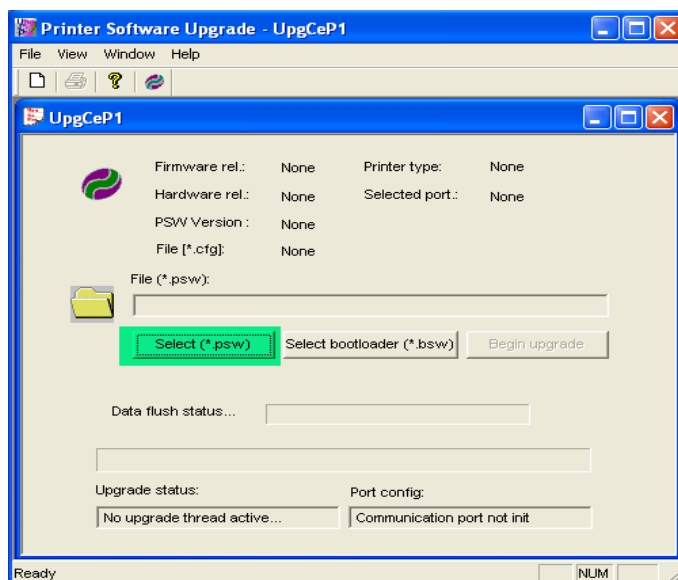

Рисунок 4 – Диалоговое окно утилиты «**UpgCePrn**».
3.3.6 Откроется диалоговое окно программы (см. Рисунок 4).